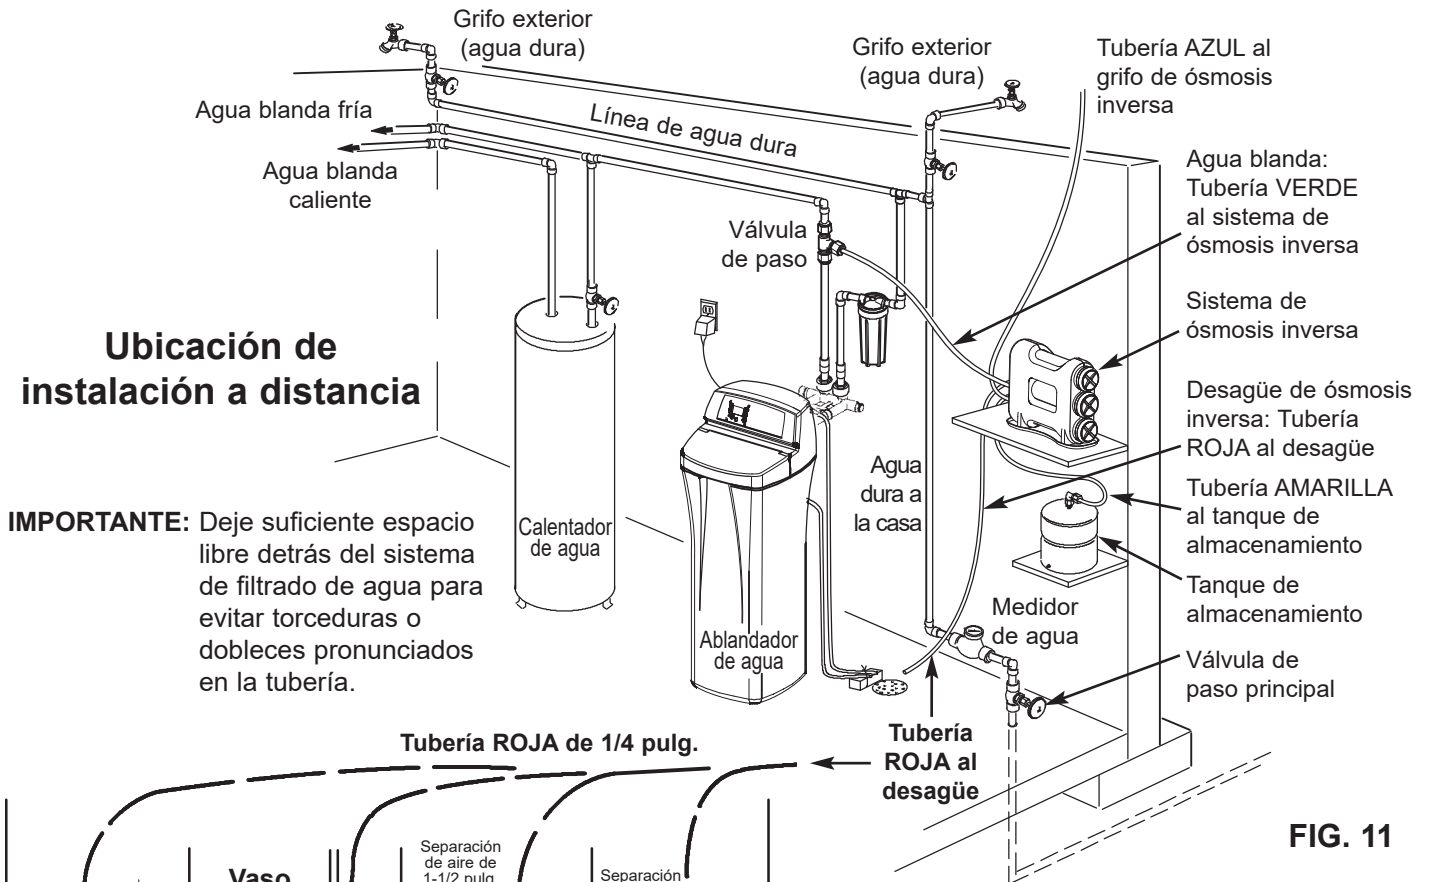

FIG. 11
1. Ubique el tubo rojo de 1/4 pulg. y determine si es lo suficientemente largo para llegar desde el conjunto del filtro de ósmosis inversa hasta el punto de desagüe. Vea la Fig. 11.